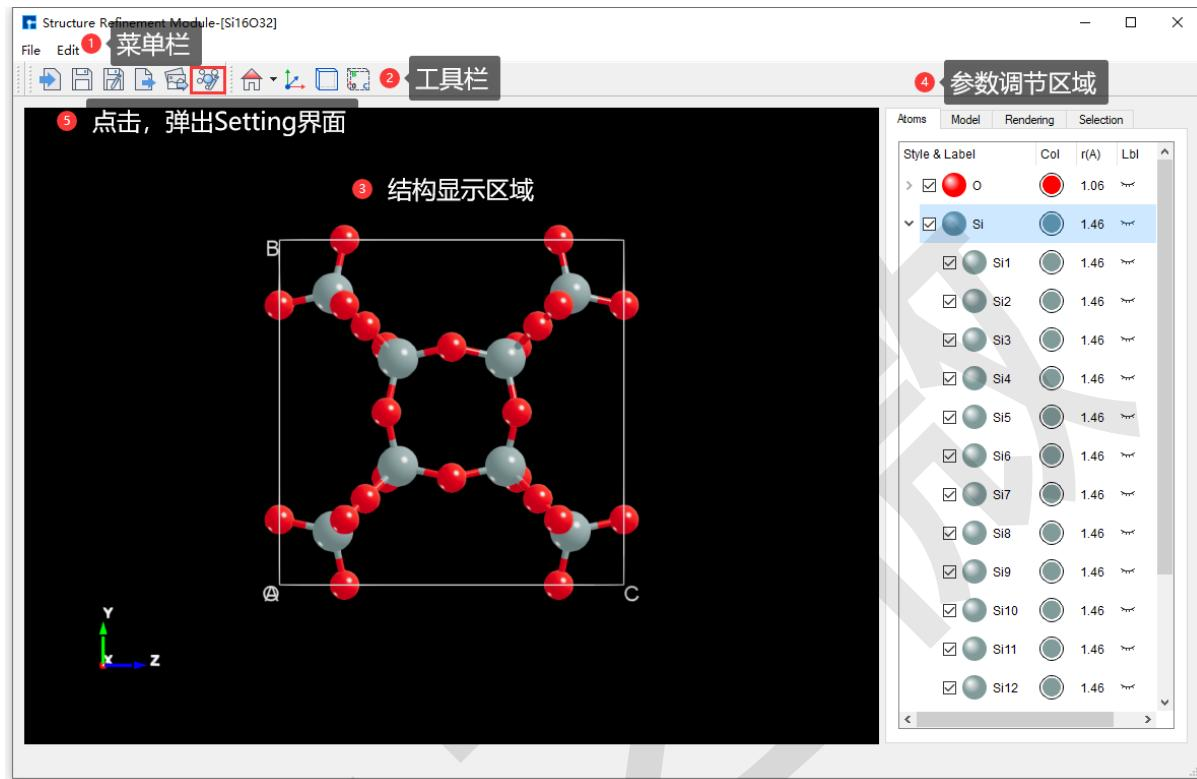

图 7.1: 原子结构精修模块图形界面
- .dsxml 格式为 Device Studio 原子结构精修模块专属格式, 若想编辑后的结构文件下次导入继续编辑, 建议在 原子结构精修模块界面如 图 7.1 中点击 *File → Save As* 存储为 .dsxml 格式。
原子结构精修模块（Structure Refinement Module，简称：**SRM**）的图形界面如图 7.1 所示。